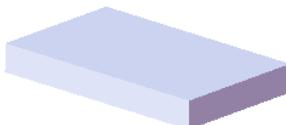
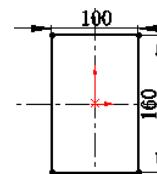

图 17.8.3 凸台一拉伸 1
图 17.8.4 横断面草图
Step2. 创建图 17.8.3 所示的零件基础特征——凸台一拉伸 1。
- (1) 选择命令。选择下拉菜单 **插入(I)** → **凸台/基体(B)** → **拉伸(E)...** 命令。
- (2) 定义特征的横断面草图。选取前视基准面作为草图平面，绘制图 17.8.4 所示的横断面草图。
- (3) 定义拉伸深度属性。采用系统默认的深度方向。在“拉伸”对话框 **方向1** 区域的下拉列表中选择 **给定深度** 选项，输入深度值 20.0。
- (4) 单击 **确定** 按钮，完成凸台一拉伸 1 的创建。